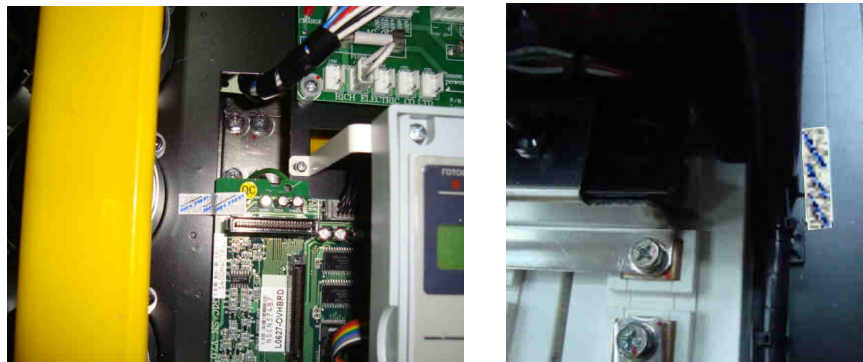

Рис. 8.4. Расположение гарантийных наклеек (ремонтных).
8.4.4. Наклеить ремонтные гарантийные наклейки в соответствии с рис. 8.4: